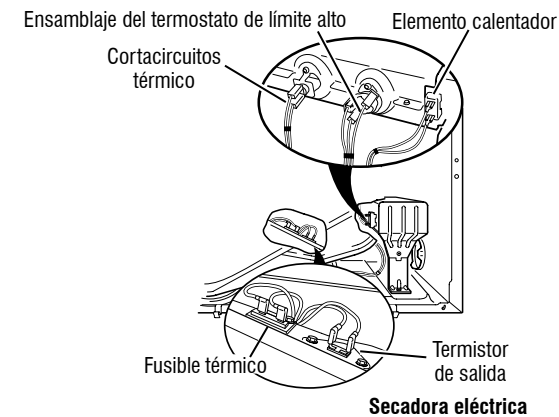

Figura 11: Componentes térmicos, secadora eléctrica (vista frontal).
**NOTA:** En la secadora eléctrica, el termistor de entrada forma parte del ensamblaje del termostato alto (consulte la Figura 11). En la secadora a gas, el termistor de entrada está ubicado en el conducto de entrada del tambor (consulte la Figura 23).